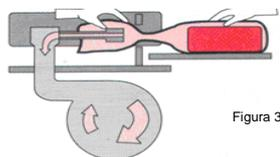

Figura 3
- El envase con el producto se coloca en una bandeja especial de la máquina, la parte abierta del envase se coloca sobre la boquilla (Figura 3)